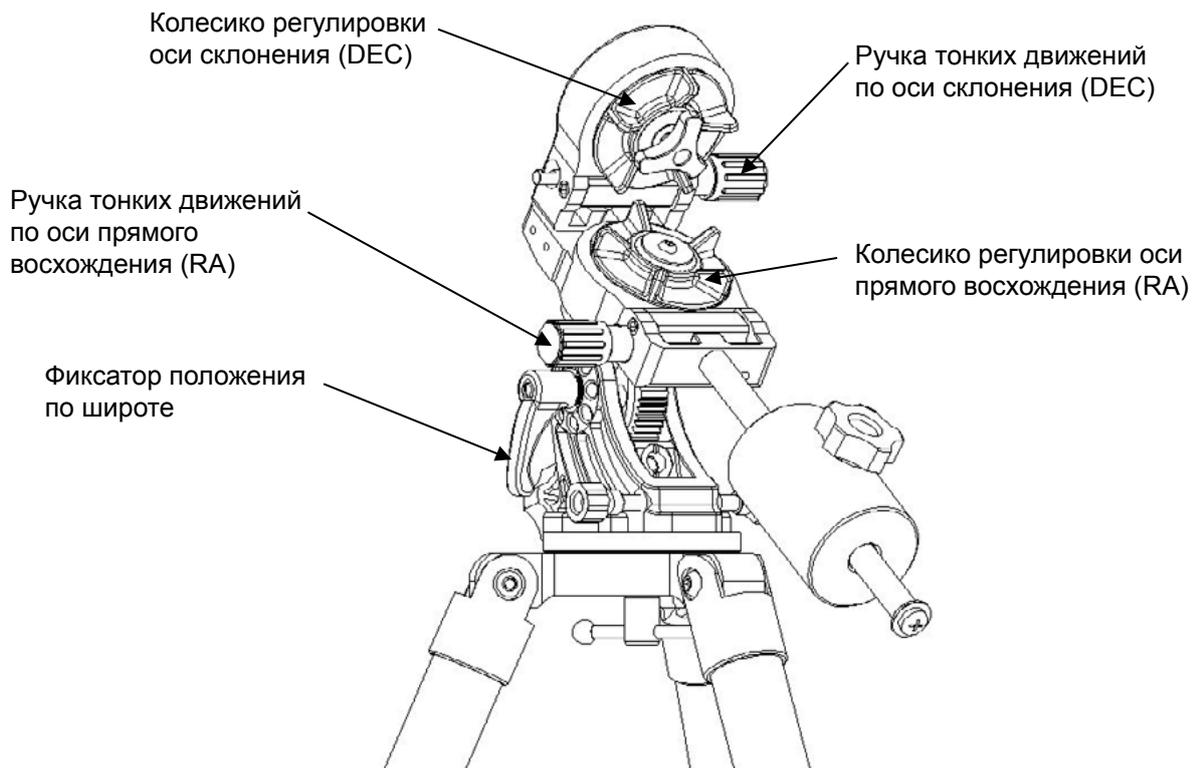

Рис. 5.1
7. Колесико регулировки оси прямого восхождения (RA) (см. также рис. 5.1)
8. Колесико регулировки оси склонения (DEC) (см. также рис. 5.1)
9. Ручка тонких движений по оси прямого восхождения (RA) (см. также рис. 5.1)
10. Ручка тонких движений по оси склонения (DEC) (см. также рис. 5.1)
11. Фиксатор положения по широте (не показан; см. рис. 5.1)
1. Монтировка должна быть собрана так, чтобы ручки тонких движений по осям прямого восхождения и склонения были установлены, как показано на рис. 5.1.
4. Индикатор широты должен указывать широту вашего места наблюдения. Воспользуйтесь регулировочным винтом по широте для настройки. Ослабьте фиксатор положения по широте (рис. 5.1) для проведения этой операции и установите нужную широту. Затяните фиксатор положения по широте для фиксации выбранного положения.